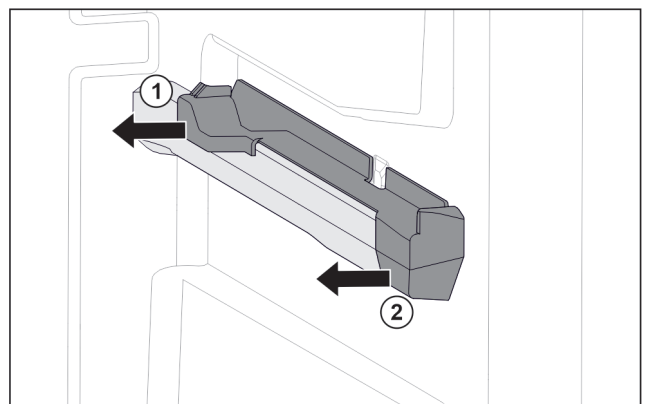

Fig. 79 Наставка върху дясното ребро на съда
- ▶ Изтеглете наставката отзад настрани. Fig. 79 (1)
- ▶ Изтеглете наставката отпред настрани. Fig. 79 (2)